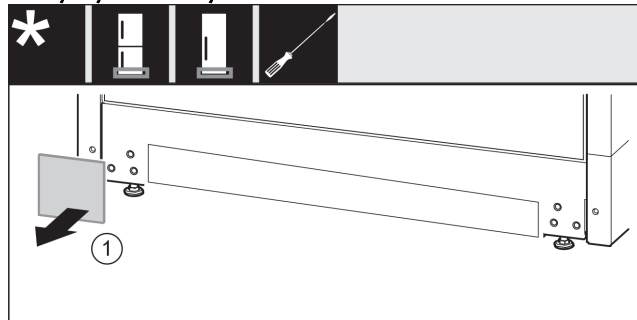

Fig. 13
- ▶ Αφαιρέστε το κάλυμμα. Fig. 13 (1)